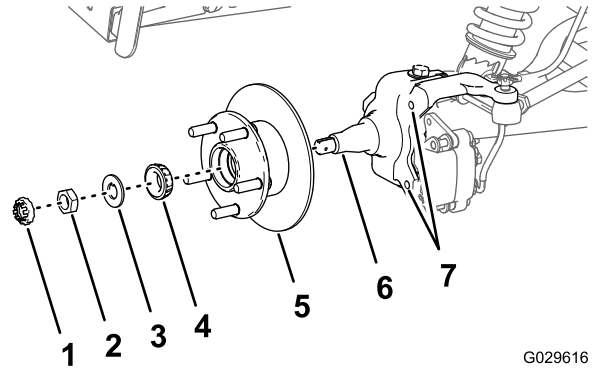

図 31
- スピンドルに所定のグリスを薄く塗る 図 31。
- ハブとロータをスピンドルに取り付ける。ロータを内側にする 図 31。
- スピンドルに外側ベアリングを取り付けてレースにはめる 図 31。
- スピンドルにタブワッシャを取り付ける 図 31。
- スピンドルにスピンドルナットを取り付け、ハブを回しながらナットを締めつける 図 31。
2. ブレーキパッドをロータのそれぞれの側に合わせ 図 27、キャリパブラケットの穴と、スピンドルフレームのブレーキ取り付け部の穴を整列させる 図 31。